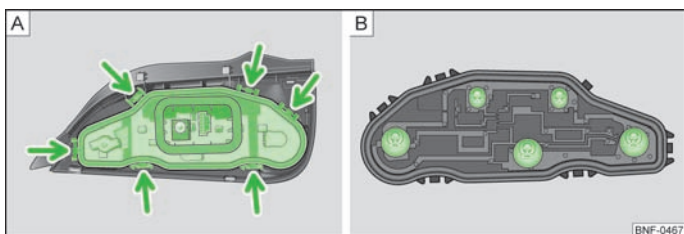

Fig. 125 Luce retromarcia: Sostituzione delle lampadine
- » Sbloccare il portalampada dall'elemento di bloccaggio (freccia) » fig. 125 -  e quindi estrarre il portalampada dal gruppo ottico posteriore.
- » Premere la lampadina difettosa nell'innesto e ruotare sino all'arresto ed estrarla in **senso antiorario** » fig. 125 - .